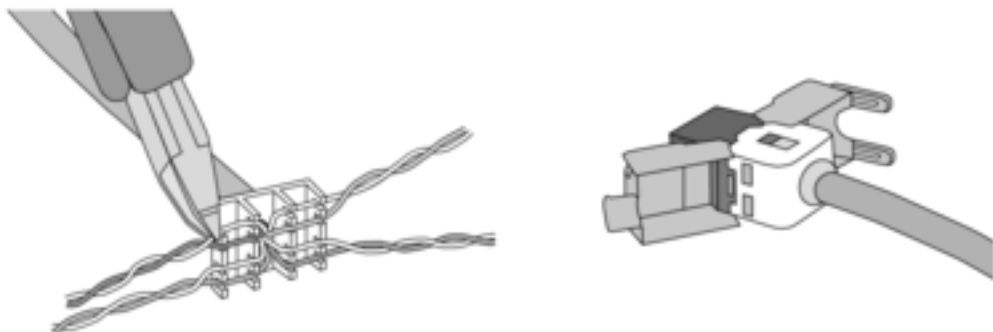

Bild 7: Anschluss Adapterstecker an Ethernet-Leitung
- Ethernet-Leitung an den Ethernet-Adapterstecker anschließen. Hierzu die Ethernet-Adern abmanteln, nicht abisolieren und in den Deckel des Adaptersteckers einlegen. Überstehende Adern kürzen und Deckel lagerichtig auf den Adapterstecker schieben (Bild 7).
- Beiliegende Ethernet-Adapterleitung an Klemme (32) und an Ethernet-Adapterstecker anschließen.